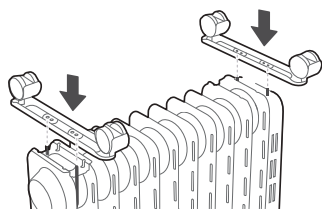

figura 1
2. Como se muestra en la Figura 1, alinee el orificio de montaje de un grupo de ruedas e instálelo en el tornillo de la placa de apoyo giratoria al final de la aleta del radiador y el otro conjunto de la rueda giratoria está alineado con los tornillos montados en la parte inferior de la caja de control.